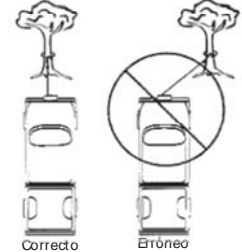

Figura 6
13. EVITE REALIZAR TIROS CONTINUOS DESDE ÁNGULOS EXTREMOS, ya que esto hará que el cable metálico se enrolle más en un extremo del tambor (figura 6). Esto puede atascar el cable metálico en el cabrestante y provocar daños en el cable mismo o en el cabrestante.